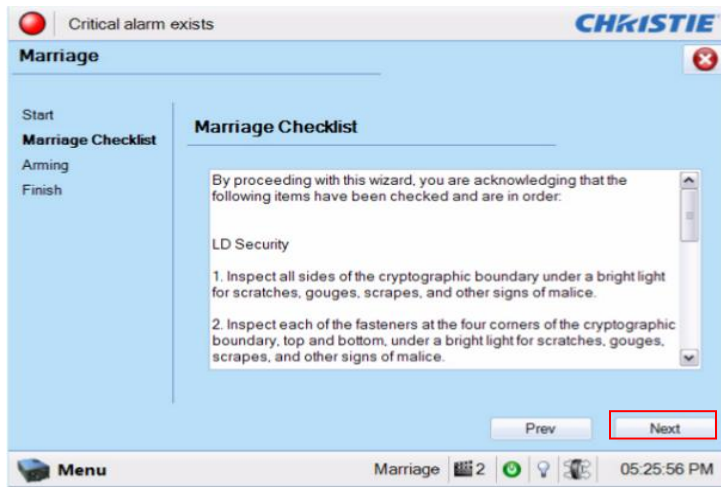

图 44 合并检查表
- c. 读取和执行合并检查表中的动作列表，在合并检查表窗口中(见图 44)，系统检查所有的防篡改开关都是安全的，你还必须检查列表项目以确保在进行下一步操作之前放映机是安全的。点击 [Next] 按钮进入到 Arming 窗口。